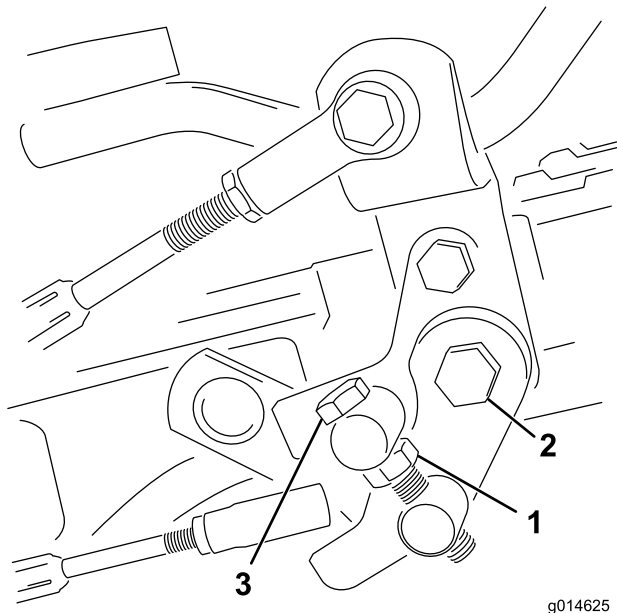

図 50
1. トラニオンボルトのジャムナットをゆるめる 図 50。
4. トラニオンボルトのジャムナット、およびペダルピボットのナットを締め付けて調整を固定する 図 50。調整を確認し、必要に応じて再調整する。